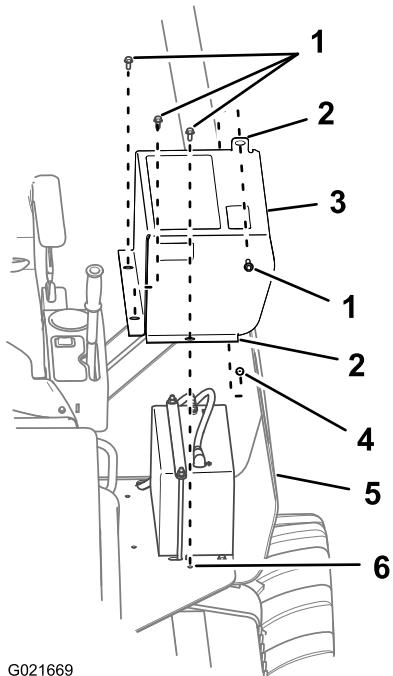

Рисунок 57
2. Снимите болт крепления крышки аккумулятора к платине ROPS (Рисунок 57).
3. Отверните три болта крепления крышки аккумулятора к платформе оператора и снимите крышку аккумулятора (Рисунок 57)
1. Совместите отверстия в монтажных фланцах крышки аккумулятора с отверстиями в платформе оператора вокруг аккумулятора (Рисунок 57).
2. Прикрепите крышку аккумулятора к платине ROPS с помощью болта (Рисунок 57).
3. Закрепите крышку аккумулятора на платформе оператора с помощью трех болтов, которые вы сняли ранее (Рисунок 57).